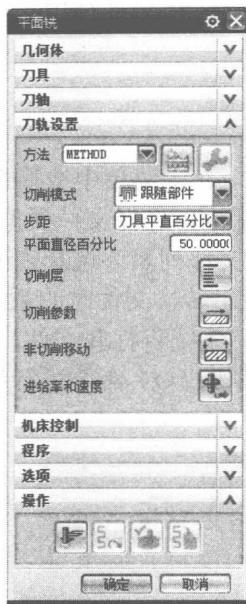
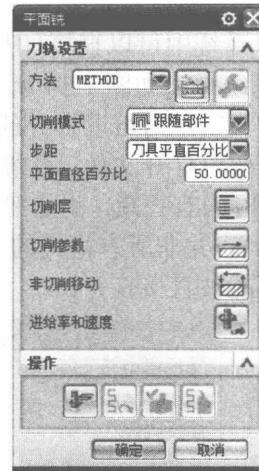

图 1-11 “平面铣”对话框
图 1-12 隐藏折叠的组
对话框的作用是实现人机交流。在 NX 8.0 中，工序的创建及参数的设置都是通过对话框来实现的。如图 1-11 所示为“平面铣”对话框。
1) 对话框中的组。NX 8.0 将完成命令所需的参数组织为对话框内的组。单击组标签(、)时可以展开或者折叠该组参数，如图 1-11 所示为显示刀轨设置组。对于折叠的组可以通过单击对话框标题栏右侧的按钮(隐藏折叠的组)，单击显示出的“隐藏折叠的组”将其隐藏，如图 1-12 所示；反之单击按钮(显示折叠的组)，单击“显示折叠的组”可将隐藏的组显示出来。对话框的高度及宽